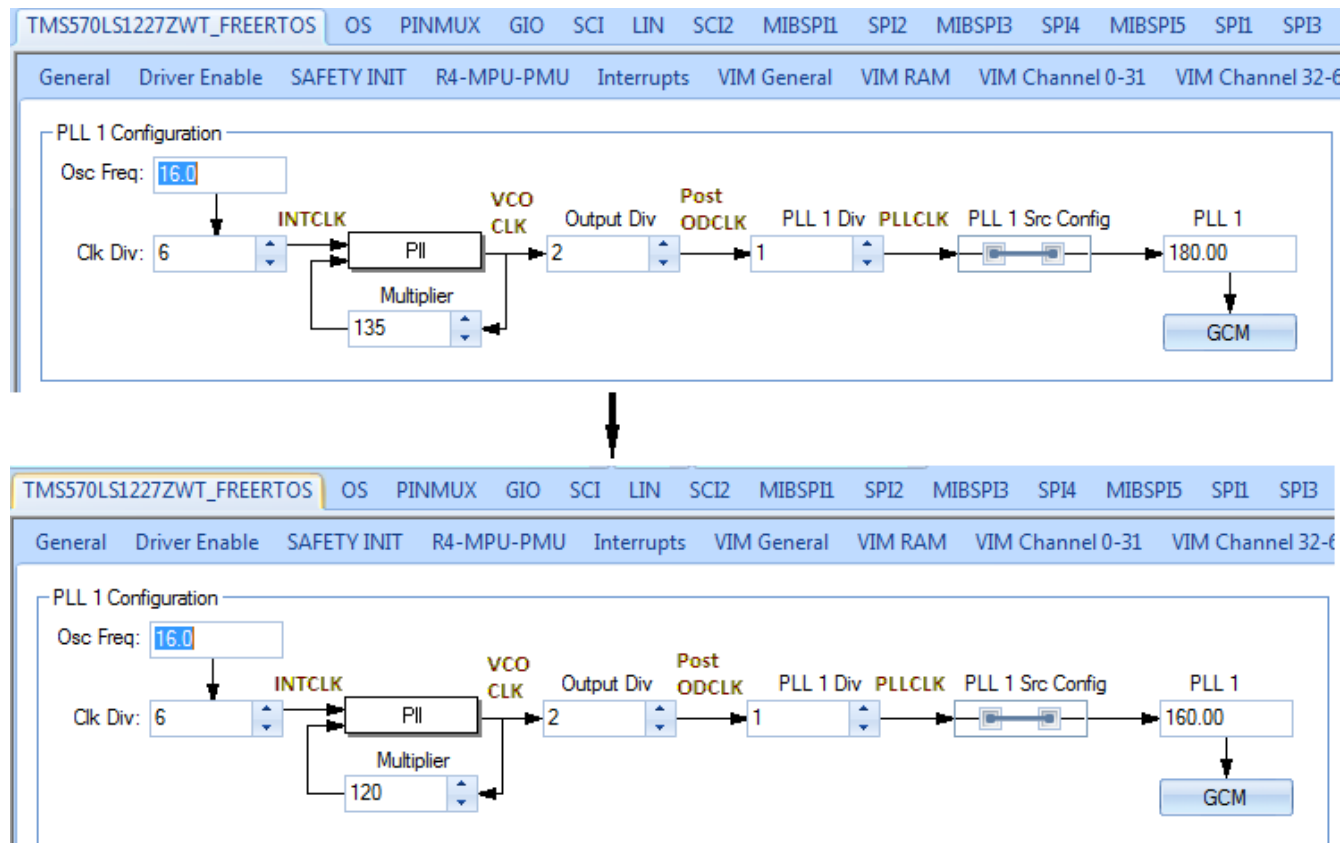

图 4-2. 配置 PLL
- 根据实际器件要求配置 PLL 和其他时钟设置。在图 4-2 所示的示例中，TMS570LS1227PGE 的最大 CPU 时钟为 160MHz，而 TMS570LS1227ZWT 为 180MHz。